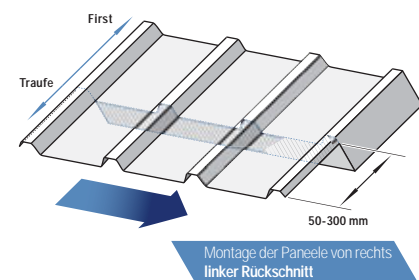

Abb. 14
- Dachsandwichpaneele, die von links nach rechts verlegt werden (leere Hochsicke links) – linker Rückschnitt. (Abb. 14)